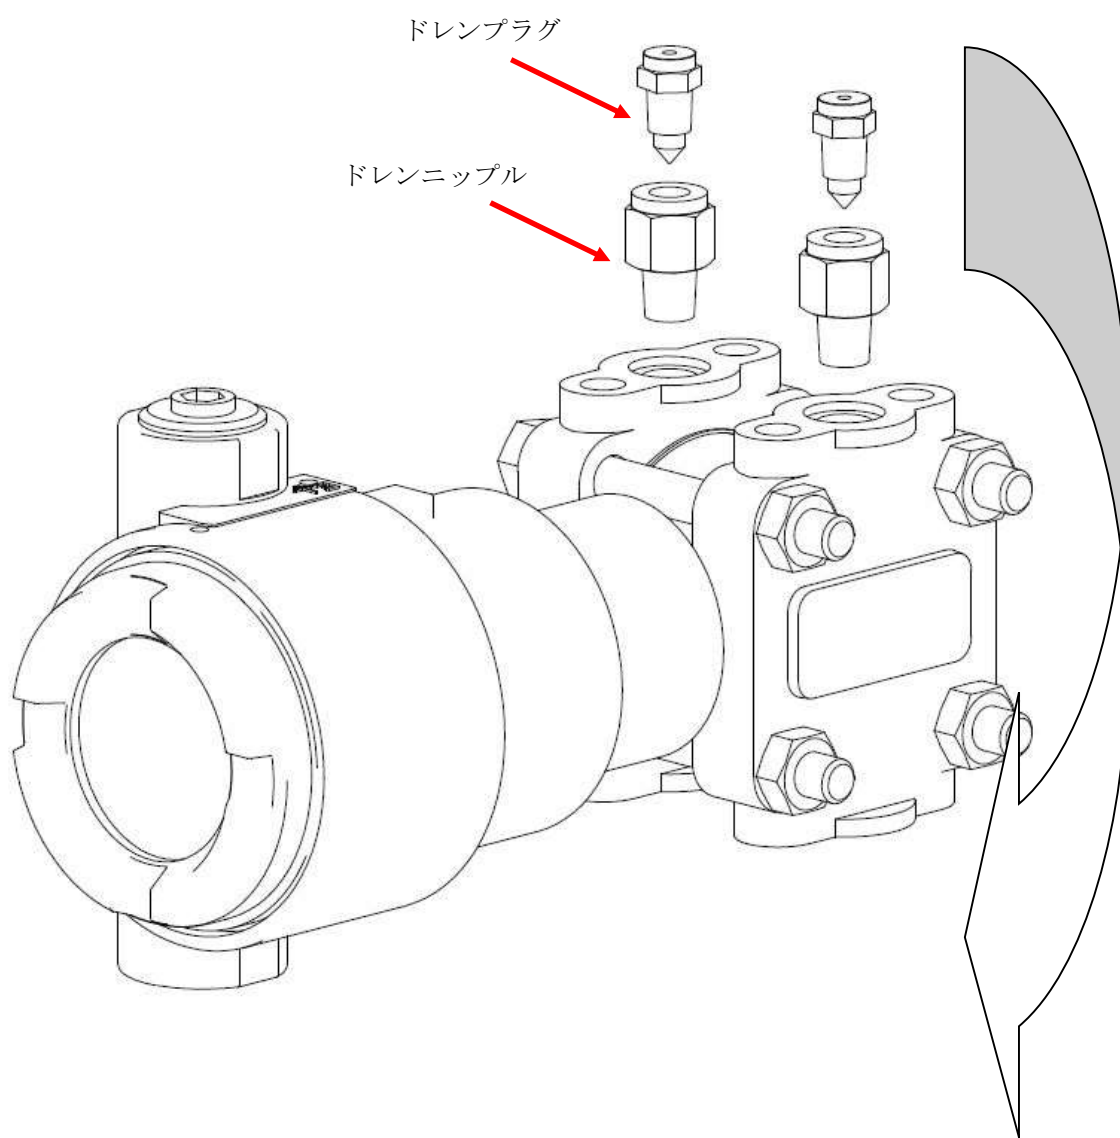
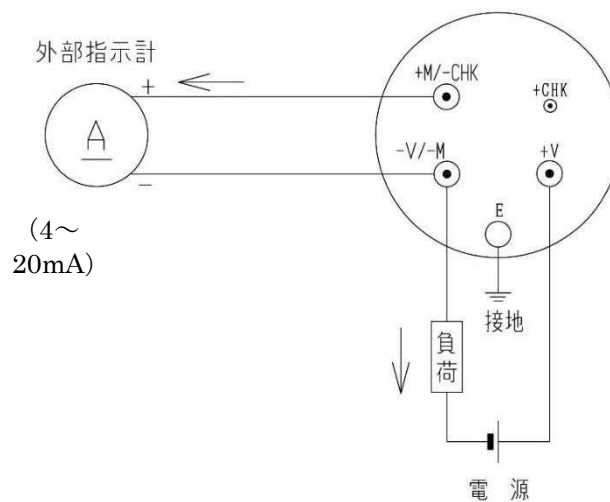

図 5-4 圧力導入口の変更
図5-10 端子配列
- (1) 増幅部カバーを取り外します。防爆仕様伝送器では図5-4に示す止めねじによる増幅部カバーのロックを解除してから増幅部カバーを取り外してください。
- (2) 配線接続口の止め栓を取り外します。
- (3) 指示計接続端子+M, -M に対して、図5-10のように配線してください。